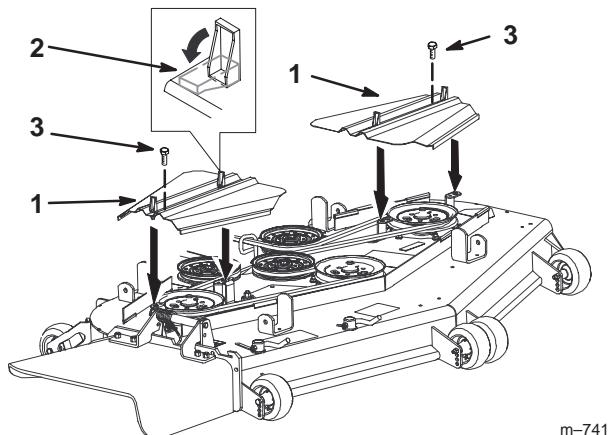

Figure 73
3. Enlevez les boulons des couvercle des courroies (Fig. 73).
4. Déposez les couvercles des courroies (Fig. 73).
8. Posez et verrouillez les couvercles de la courroie (Fig. 73).